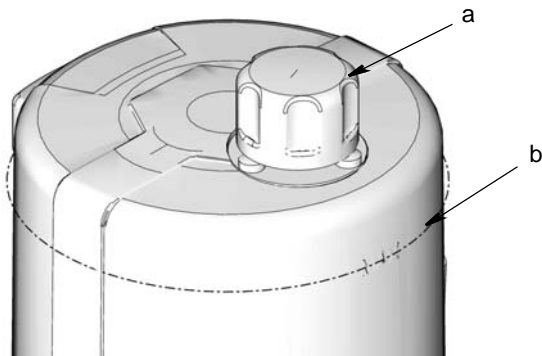

ABB. 16
- Schmiermittelbehälter dabei nicht überfüllen (ABB. 16).